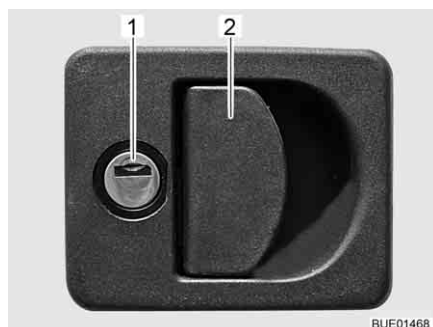

Bild 34 Klappenschloss mit Griffschale
- Schlüssel in Schließzylinder (Bild 34,1) stecken und eine viertel Umdrehung drehen. Das Klappenschloss ist entriegelt.
- Am Schlossgriff (Bild 34,2) ziehen. Die Außenklappe ist geöffnet.